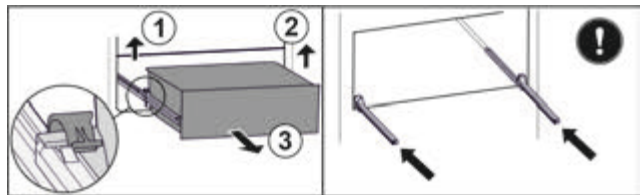

Fig. 104
- ▶ Підняти лівий затискач і одночасно висувний ящик ліворуч потягнути вперед. Fig. 104 (1)
- ▶ Підняти правий затискач і одночасно висувний ящик праворуч потягнути вперед. Fig. 104 (2)
- ▶ Вийняти висувний ящик рухом вперед. Fig. 104 (3)